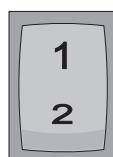

Fig. 2
For at tilpasse brændstofmængden i højere beliggende områder i overensstemmelse hermed, monteres der endnu en pumpe (Fig. 1-4) parallelt med den normale pumpe. Denne har en mindre kapacitet. Via en omkobler (Fig. 2) i bilen kan der omkobles mellem begge pumper.
- Sæt kontakten (Fig. 2) i position 1.
- Sæt kontakten (Fig. 2) i position 2.